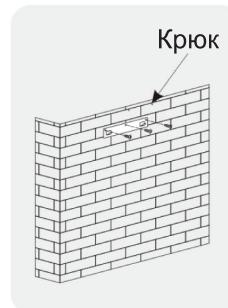

Рис. 2
- Установите крюки в подходящем месте после того, как установите необходимую высоту установки. См. Рис. 2